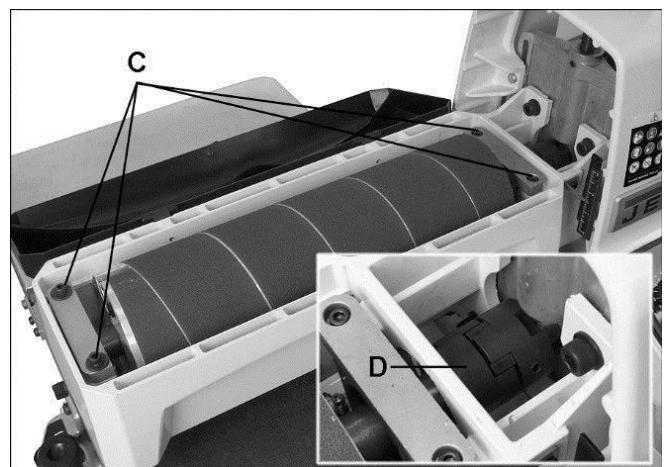

Рис. 10-2: снятие барабана.
Открутите четыре винта с внутрь шестигранником (C, Рис. 10-2). Осторожно выньте барабан с подсоединенными к нему муфтой (D).